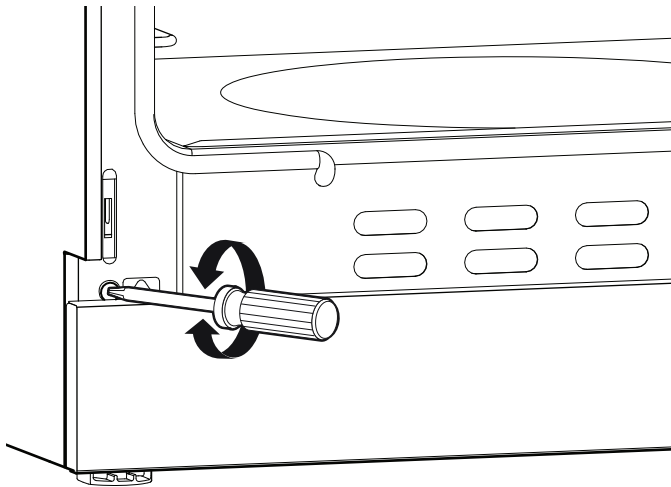

Figure 25 : Vis d'ajustement des charnières
- Vous pouvez ajuster l'inclinaison en vissant ou dévissant à l'aide d'un grand tournevis Torx T-20 la vis Torx de la charnière, située directement au-dessus de la fente de la charnière. Tournez la vis jusqu'à ce que la porte soit correctement alignée (Figure 25).